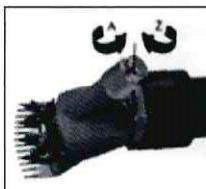

Рис. 3.
1.2. Отрегулируйте степень натяжения лезвий, вращая установочную гайку по часовой стрелке (см. Рис. 3) до тех пор, пока не почувствуете сопротивление. Вращая гайку против часовой стрелки, вы ослабите натяжение лезвий(см. Рис.3).
5. Очищайте лезвия от грязи. После завершения стрижки одной овцы, поверните установочную гайку против часовой стрелки (см. Рис.3), извлеките лезвия, очистите осевшую на них лезвии грязь, а также грязь на верхнем лезвии. После этого оба лезвия можно плотно закрепить.